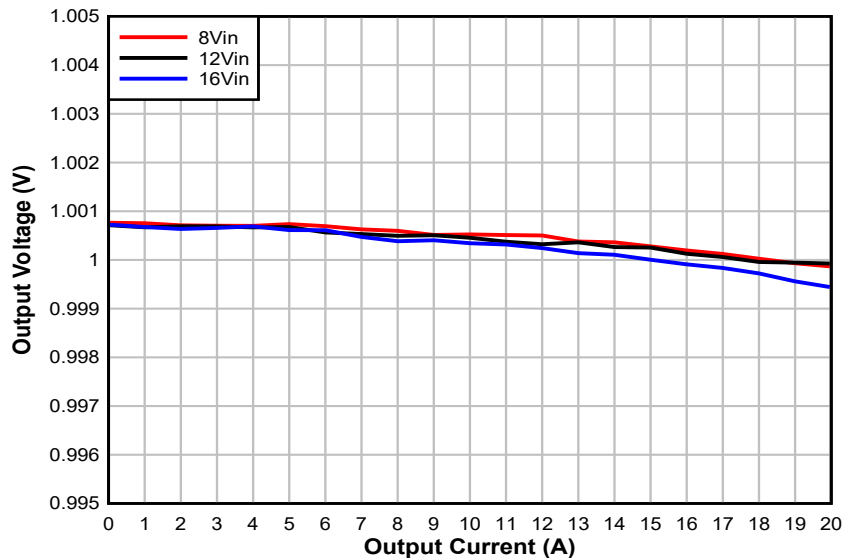

图 4-2. VOUT 负载调节
5. 将负载从 0A 更改为 $20A_{DC}$ 。 V_{OUT} 必须保持在图 4-2 中规定的范围内。